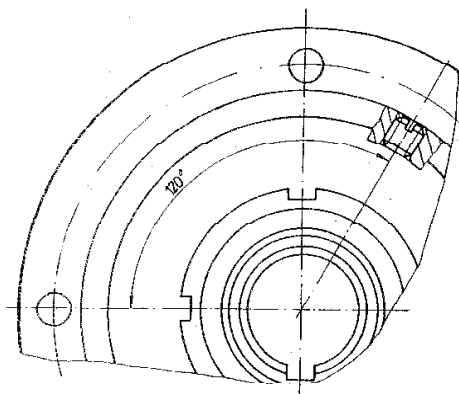

Рис. 9
Ежедневно проверять уровень масла при трехсменной эксплуатации муфт и использовании с допустимой периодичностью скольжения согласно KWN 26000. Возможен также простой контроль масла, при этом муфту повернуть так, чтобы запорный винт (8) кожуха находился в том положении, как указано на рис. 9. В этом положении уровень масла должен быть до заливочного отверстия. В противном случае масло долить.